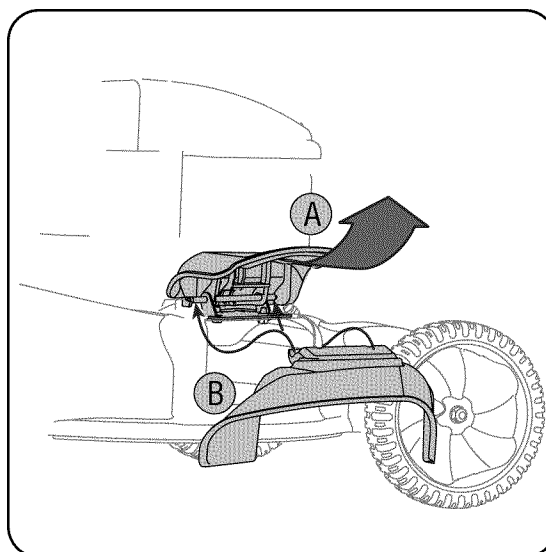

Figura 3-7
- b. Deslizar dos ganchos de la tolva de descarga de lado bajo el alfiler de gozne en la asamblea de enchufe que cubre con pajote y bajar el lado que cubre con pajote el enchufe. Ver la Figura 3-7.